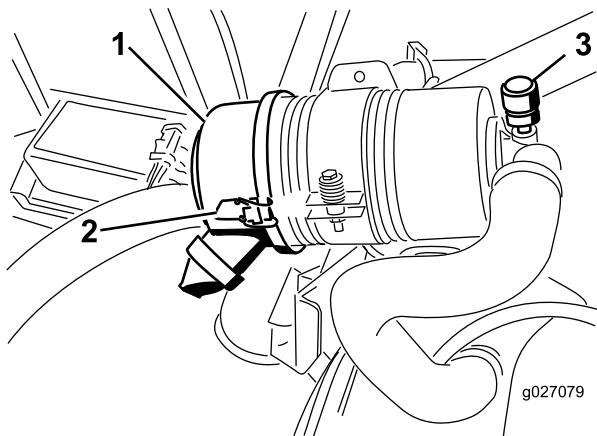

Figura 51
Faça a manutenção ao filtro de ar apenas quando o indicador de manutenção (Figura 51) o exigir. Mudar o filtro de ar antes de ser necessário apenas aumenta a possibilidade de entrar sujeidade no motor quando se retira o filtro.
1. Liberte os trincos que fixam a cobertura do filtro de ar ao respectivo corpo (Figura 51).